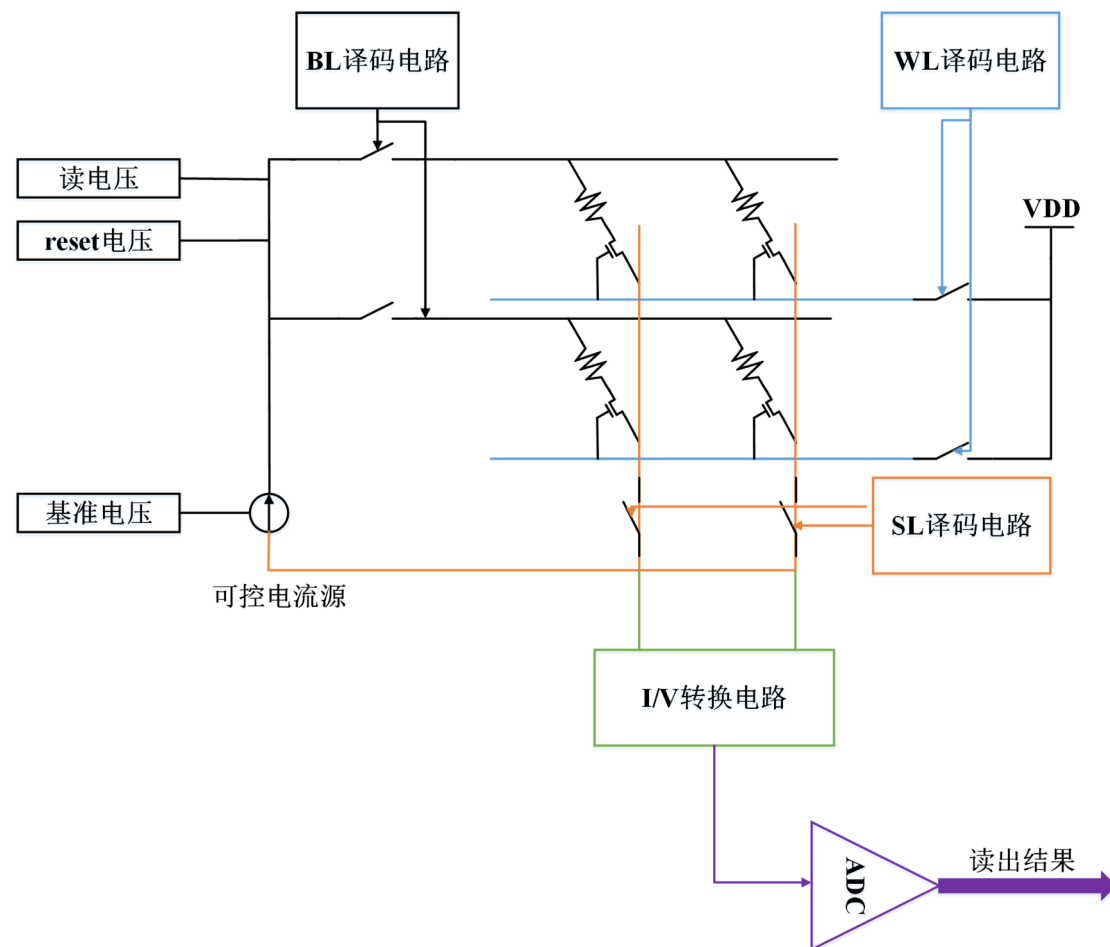

图 1 电流多值写入系统架构
1. 完成电流多值写入系统的整体规划，整体架构如图 1 所示；